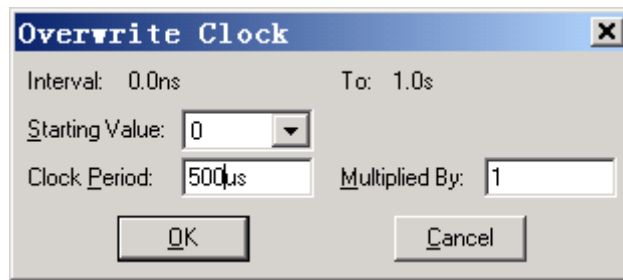

图 3.11 时钟周期设置对话框
- 设置信号周期。鼠标左键单击工具  条中就可以打开如图 3.11 所示的对话框，输入所需的时钟周期。（若未在步骤 a 中正确设定“Snap to Grid”菜单项，该对话框中的“Clock Period”栏为灰色，无法输入所需的时钟频率）；